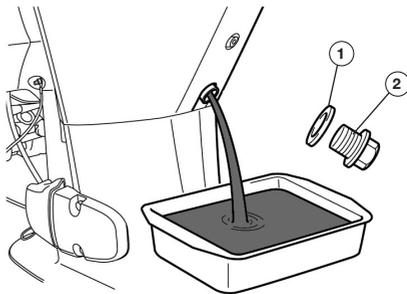

Рис. 49 Слив моторного масла
4. Открутите пробку для слива масла, затем открутите крышку масляной горловины и дайте маслу полностью стечь (Рис. 49).